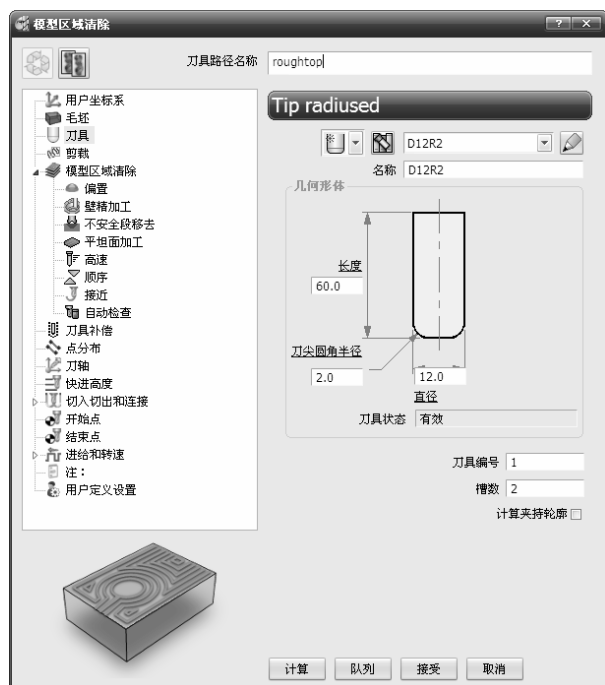

图 4-11 “模型区域清除”对话框
2) 在弹出的“模型区域清除”对话框中设置相关参数,如图4-11所示。